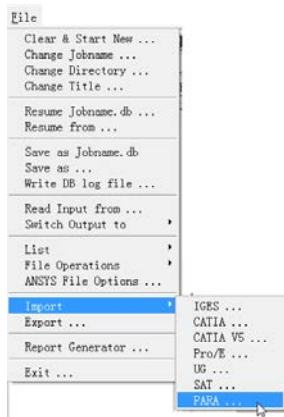

图 3-25 输入 PARA 文件
③这里会打开确认对话框，单击“**Yes**”按钮。
②改作业名为“**replace-assy**”。
①选择实用菜单 **Utility Menu: File > Change Jobname...**。
②打开“**Change Jobname**”对话框，在文本框中输入“**replace-assy**”作为新的作业名，然后单击“**OK**”按钮。
③输入“**replace-assy.x_t**”实体参数文件。
①选择实用菜单 **Utility Menu: File > Import > PARA...**，如图 3-25 所示。